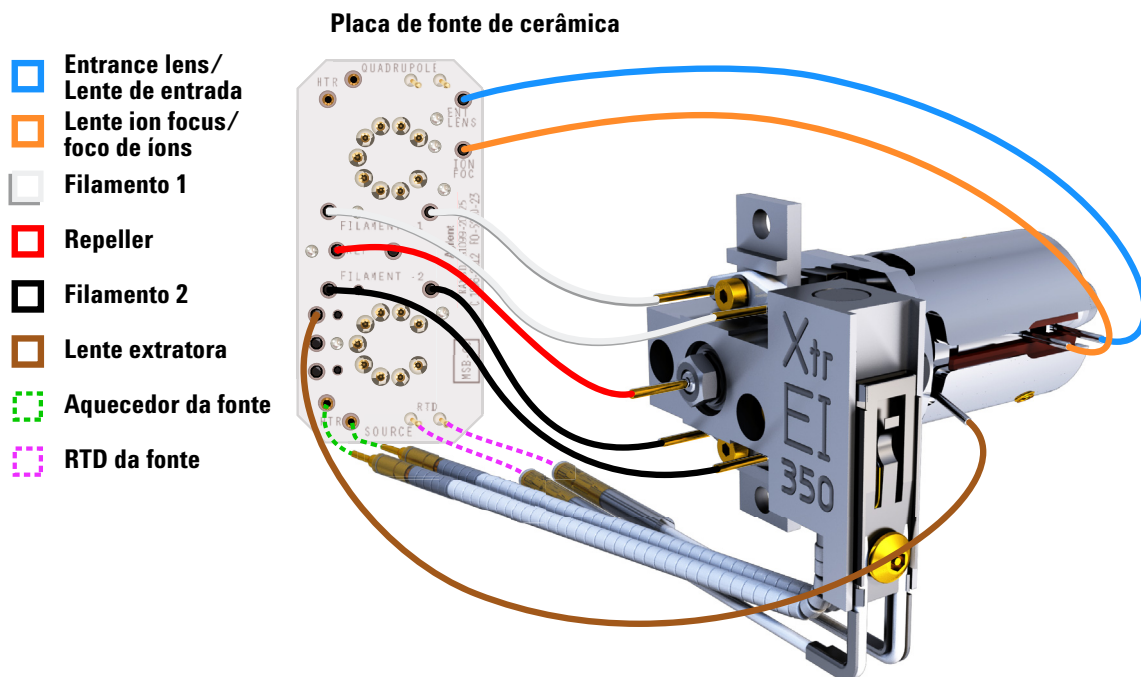

Figura 55 Fiação para a fonte Hydrolnert EI
- 1 Use pinças ou alicates com ponta agulha para conectar/desconectar os fios da fiação da placa de cerâmica nos conectores da fonte. (Consulte **Figura 55**.)